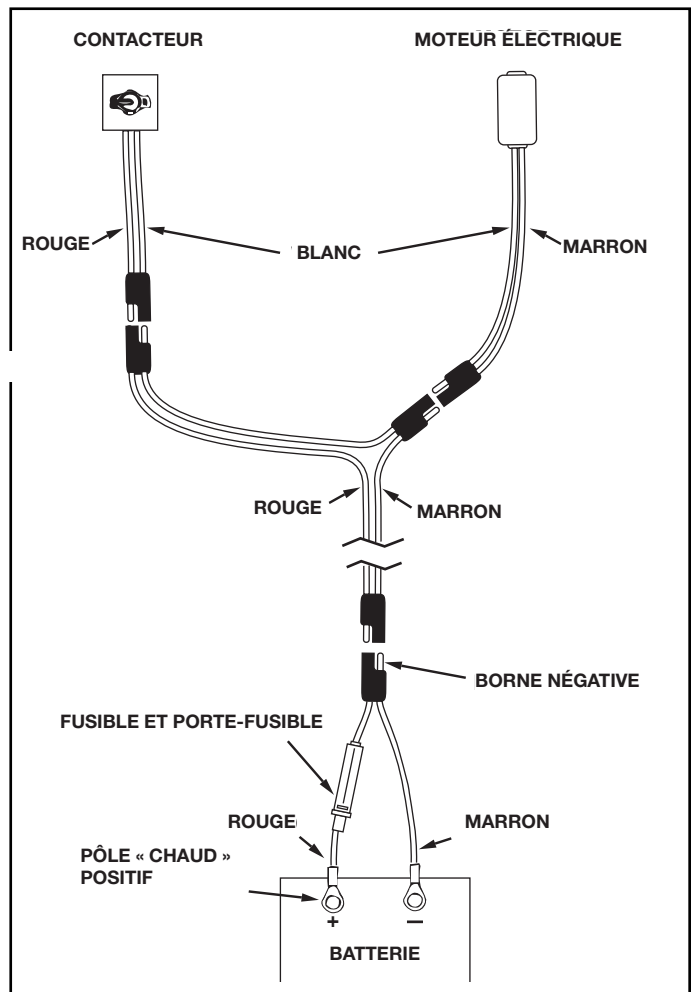

FIGURE 13
19. Connecter le faisceau de fils courts (avec fusible) à la batterie du véhicule en branchant le fil rouge à la borne positive et le fil marron à la borne négative de la batterie. Le faisceau de fils peut être laissé en permanence branché sur la batterie. Voir la figure 13.
20. Connecter le faisceau de fils longs à l'épandeur en connectant les fils rouge et blanc à l'interrupteur et les fils marron et blanc au moteur de l'épandeur. Se reporter à la figure 13.